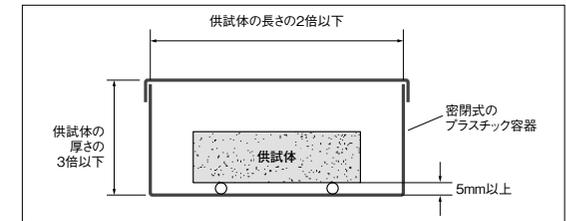

図10.11 湿潤状態にする装置の概略図
①0.1mm単位以上の精度で測定できるノギス
②1g単位以上の精度で測定できるばかり
③温度105±5°Cに保持できる乾燥機
④密閉式のプラスチック容器 (図10.11)
保水量試験に用いる供試体はブロック有姿とし、製品の温度105±5°Cの乾燥機で一定質量になるまで乾燥した後、常温まで冷却したものとする。このときの供試体の質量を量り、これを絶乾質量 (m_d) とする。この供試体を15~25°Cの水中に24時間浸せきした後、15~30°Cの室内で図10.11に示すプラスチック製の密封容器中に30分間静置した後取り出して湿った布で表面の水膜をふき取って質量を量り、これを湿潤質量 (m_w) とする。供試体の体積 (V) は、表面積に厚さを乗じたものとする。厚さは3か所、幅及び長さも2か所測定し、その平均値とする。なお、表面積は公証寸法から求めてもよい。保水量 (W) は、次の式によって算出し、数値は四捨五入を行い小数点以下2桁に丸める。